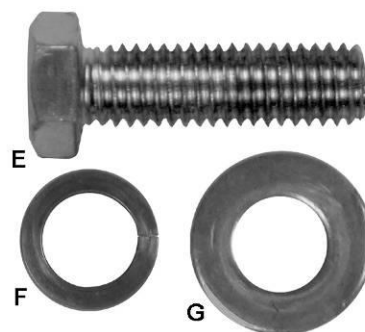

Рис. 5
3. Снимите *транспортную скобу* (D), которая крепит *блок переключателя* (Е) к столу. Не выбрасывайте скобу (D), так как она будет использоваться для установки переключателя.
4. Выкрутите оставшийся *винт с шестигранной головкой, стопорную и плоскую шайбы* (F, Рис. 5) с торца стола.
5. Установите *крышку двигателя* (G), вставив *штыри* (H) крышки в *петли* на тумбе.
6. Потяните *защелку* (J), закройте крышку, затем отпустите защелку.
1. Прикрутите левое *расширение* (A) к *столу* (B) с помощью трех *винтов* (E), *стопорных шайб* (F) и *плоских шайб* (G). Закрутите винты так, чтобы расширение можно было регулировать. Не затягивайте винты полностью.
2. Отрегулируйте расширение в горизонтальной плоскости таким образом, чтобы его передний край встал вровень с передним краем стола (C). Затем с помощью поверочной линейки отрегулируйте расширение в вертикальной плоскости так, чтобы его поверхность встала вровень с поверхностью стола.
4. Выкрутите крепежные детали (Рис. 5) с правой стороны стола, затем аналогичным образом установите правое расширение стола.